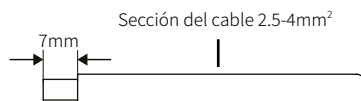

Fig. 16. Pelado del extremo del cable.
- b. Pelar 7 mm. del manguito de aislamiento del cable de DC, tal como se muestra en la Fig. 16: